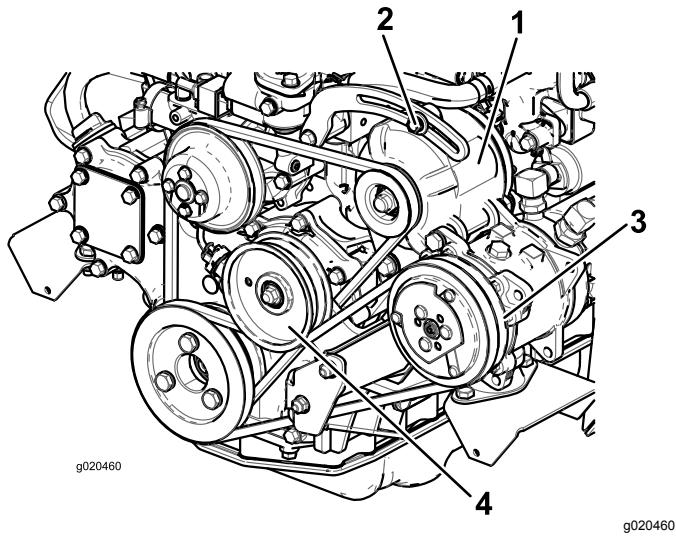

Bild 101
Lockern Sie bei einer Durchbiegung von mehr oder weniger als 10 mm die Befestigungsschrauben der Lichtmaschine (Bild 101).
2. Lockern Sie bei einer Durchbiegung von mehr oder weniger als 10 mm die Befestigungsschraube der Spannscheibe (Bild 101). Erhöhen oder reduzieren Sie die Spannung der Kompressor-Riemenspannung und ziehen Sie die Schraube fest. Prüfen Sie die Riemenspannung noch einmal auf korrekte Einstellung.
Prüfen Sie den Zustand und die Spannung des Riemens (Bild 101) alle 100 Betriebsstunden.